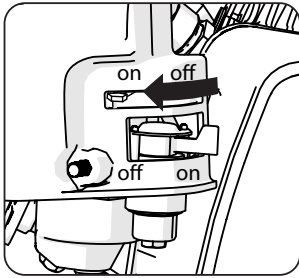

Fig. 12
- Spostare la levetta dello starter sulla posizione di avvio "Choke On". (Fig. 12)